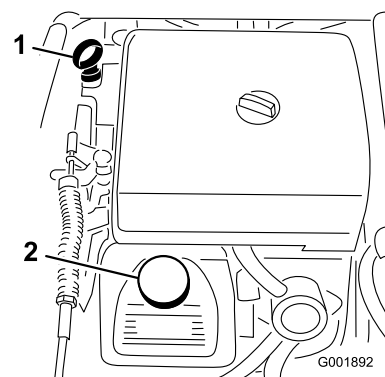

Figura 49
2. Togliete l'asta di livello ed asciugatela con un panno pulito (Figura 49). Inserite l'asta nel tubo e verificate che sia inserita a fondo. Rimuovete l'asta e controllate il livello dell'olio.
3. Se il livello dell'olio è basso, togliete il tappo di rifornimento dal coperchio della valvola (Figura 49)
8. Versate lentamente circa l'80% della quantità indicata d'olio nel bocchettone di rifornimento (Figura 49).